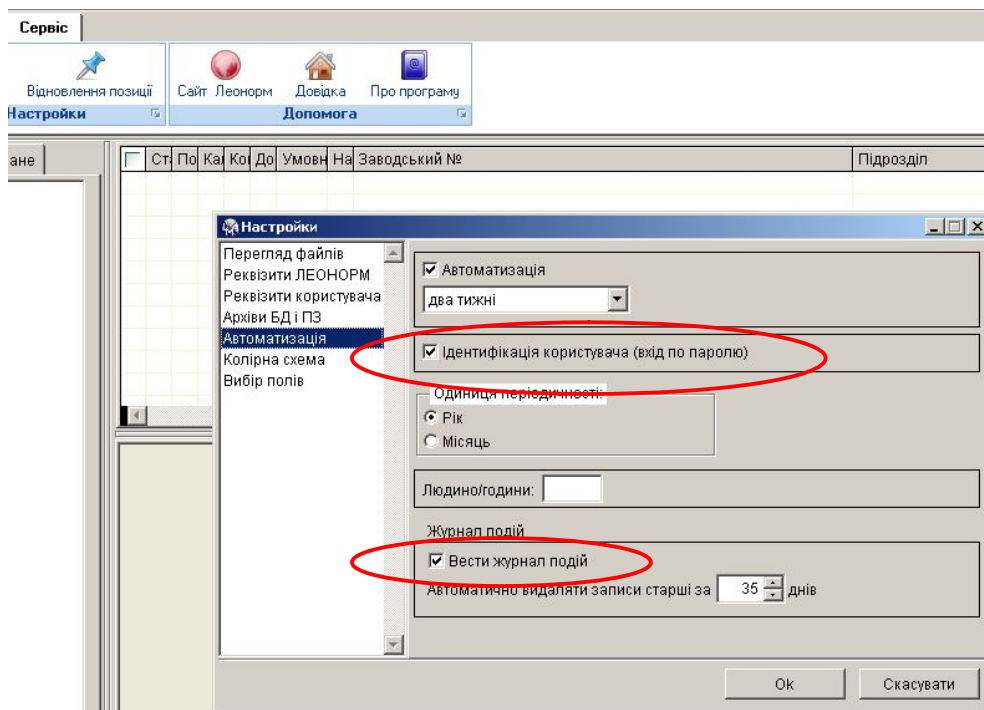

Рис. 7-13.1 Включення Журналу подій
- Зайти в базу, в Сервіс - Налаштування – Автоматизація і поставити відмітки біля Ідентифікація користувача та Вести журнал подій (Рис. 7-13.1).